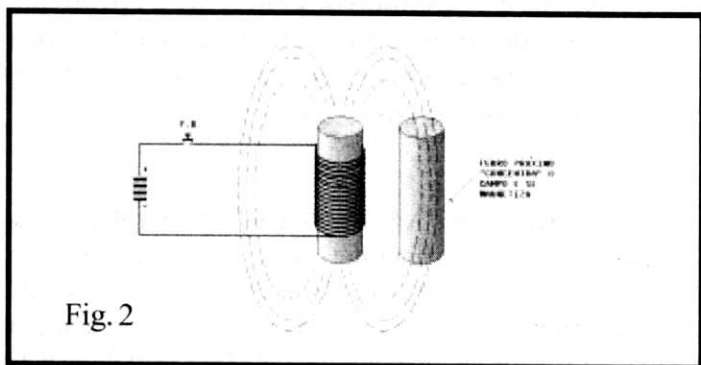

Fig. 2
- **FIG. 2 - INDUZINDO O MAGNETISMO NUM NÚCLEO PRÓXIMO** - Se, como ilustra a figura, colocarmos junto ao nosso ELETRO-IMÃ, um **outro** núcleo de ferro (apenas para exemplificar - mas não obrigatoriamente - podendo ser igual ao que já está dentro da bobina...), tão próximo que esse segundo núcleo possa ser envolvido pelas LINHAS DE FORÇA geradas pelo ELETRO-IMÃ, tal núcleo extra também ficará magnetizado...